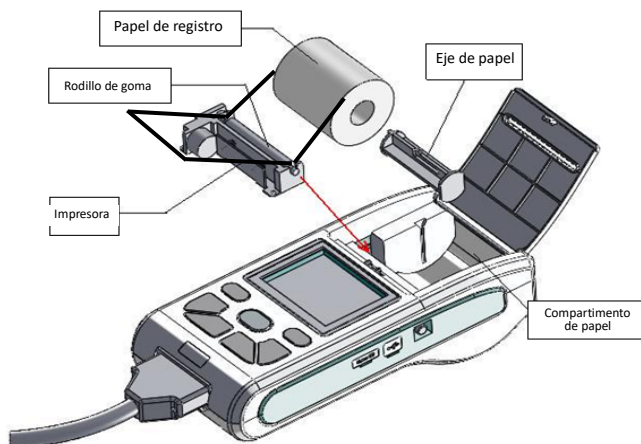

Figura 6-1 Montaje del papel de registro
1. Como se muestra en la Figura 6-1, presione la tapa del compartimento de papel, se rebotará automáticamente, saque el eje del papel, insértelo en el papel de registro como se muestra en la figura. El lado del papel con cuadrículas debe estar orientado hacia abajo y, a continuación, instálelo en la posición adecuada en el compartimento del papel, y presione el rodillo de goma sobre el papel de registro.